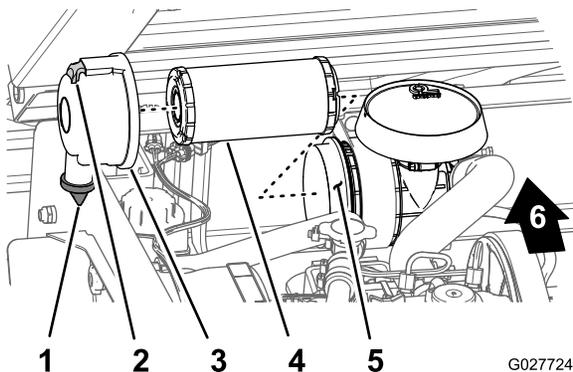

Bild 34
2. Prüfen Sie das Luftfiltergehäuse auf Schäden, die eventuell zu einem Luftleck führen könnten (Bild 34).
3. Ziehen Sie den Riegel nach außen und drehen Sie die Luftfilterabdeckung nach links (Bild 34).
5. Schieben Sie den Luftfiltereinsatz vorsichtig aus dem Luftfiltergehäuse (Bild 34) heraus, um das Losrütteln von Staub zu minimieren.
1. Reinigen Sie den Schmutzauswurfanschluss in der Luftfilterabdeckung (Bild 34).
2. Nehmen Sie das Gummiablassventil von der Abdeckung ab, reinigen Sie den Hohlraum und setzen Sie das Ablassventil wieder ein (Bild 34).
3. Setzen Sie den Luftfiltereinsatz in das Luftfiltergehäuse ein. Drücken Sie hierfür auf den äußeren Rand des Einsatzes, um ihn im Luftfiltergehäuse zu platzieren (Bild 34).
4. Fluchten Sie die Luftfilterabdeckung mit dem Luftfiltergehäuse aus, wobei das Gummiablassventil nach unten zeigen sollte, ungefähr zwischen 17.00 und 19.00 Uhr (vom Ende her gesehen) (Bild 34).
5. Befestigen Sie die Abdeckung mit den Laschen am Gehäuse (Bild 34).